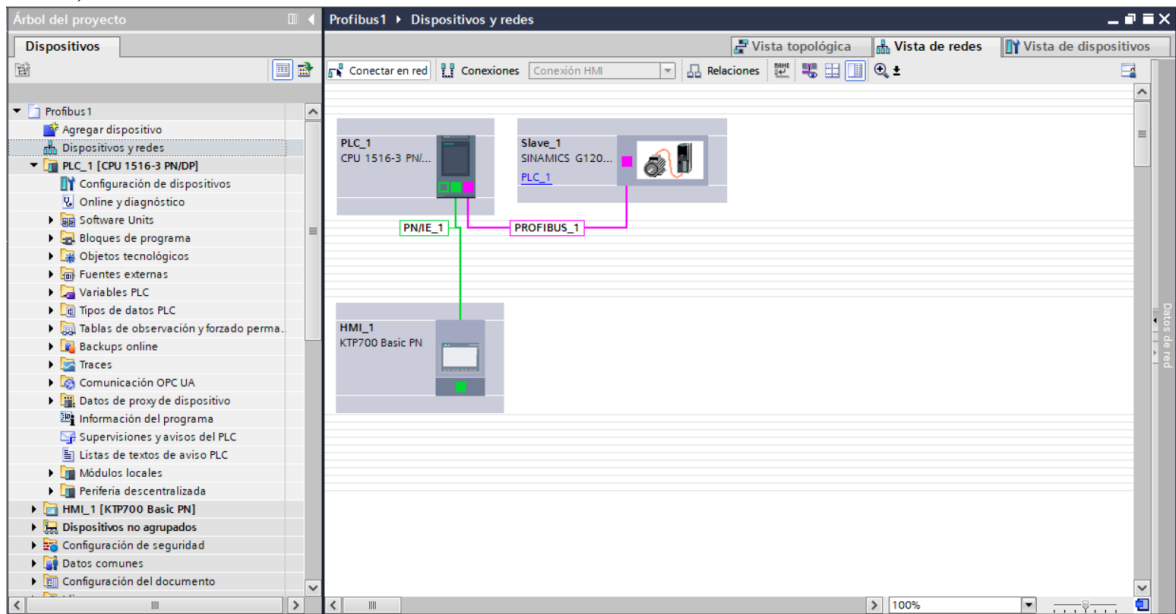

Figura 20. Conexión profibus y profinet
9. Posteriormente se procede a configurar la conexión tanto de Profinet como Profibus, para ello hacer click sobre el puerto profinet del PLC y arrastrarlo hacia el puerto del HMI. Finalmente hacer click en el puerto Profibus del PLC y arrastrarlo hacia el puerto correspondiente del SINAMICS G-120. (ver Figura 20).